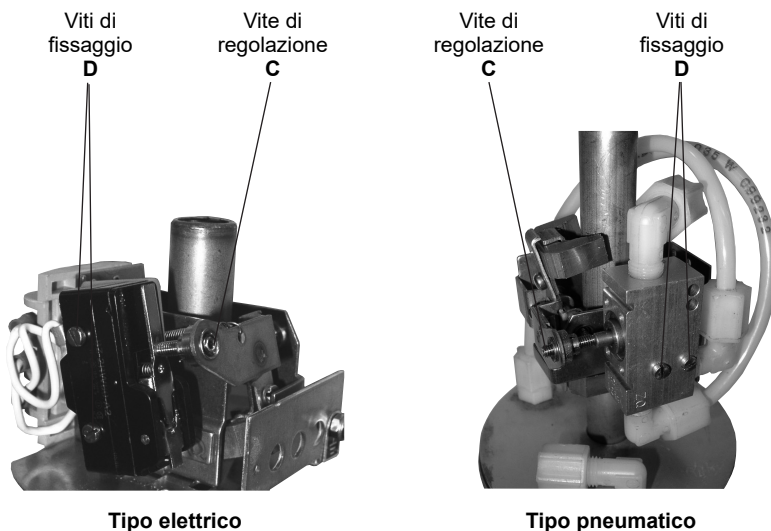

Fig. 6 - Interruttori elettrico e pneumatico
- 2 - Togliere le 2 viti di fissaggio "D" (Fig. 6 tipo pneumatico) e rimuovere la valvola.
- 4 - Muovere manualmente il braccio porta-magnete assicurandosi che l'interruttore sia adeguatamente azionato cioè apra e chiuda regolarmente; agire se necessario sulla vite "C", vedere Fig. 6 tipo pneumatico.